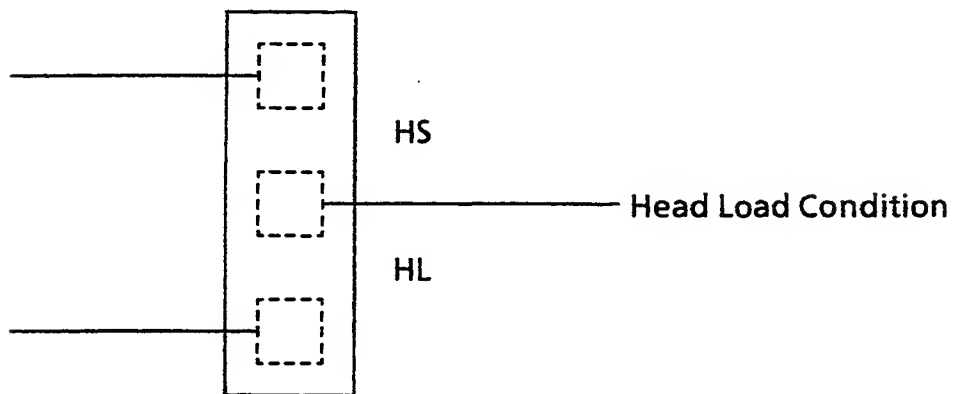

FIGURE 4-6 OPTION JUMPER CONFIGURATION
4.2.4 HS / HL JUMPER (See Figure 4-6) ※※※ OPTION ※※※
4.2.9 DISK CHANGE *** OPTION *** (See Figure 4-6)
4.2.10 DOOR OPEN *** OPTION *** (See Figure 4-6)
4.2.11 DOOR CLOSED *** OPTION *** (See Figure 4-6)